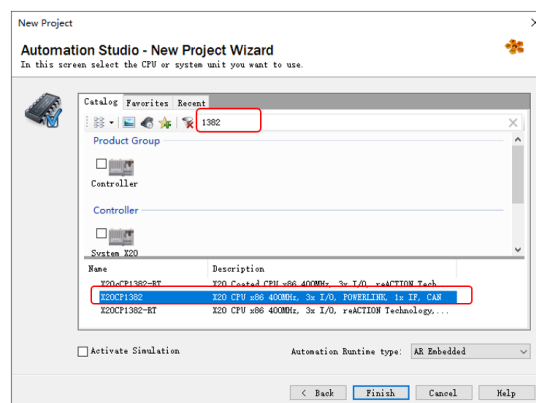
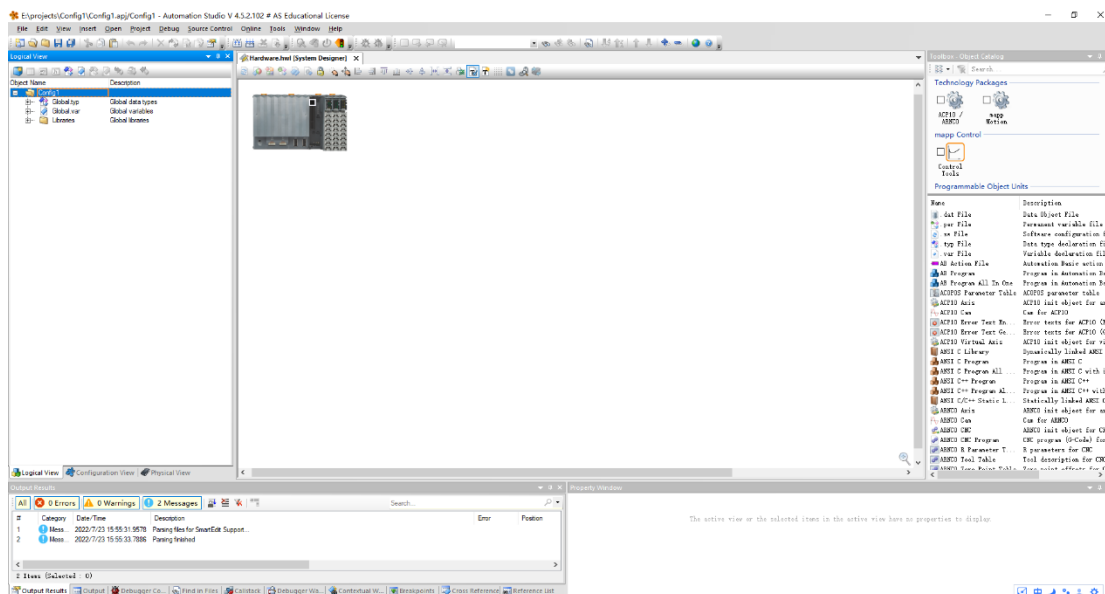

图1-19 添加控制器
图1-20 创建完成的工程界面
3.搜索框中输入与实际设备一致的型号, 找到边缘控制器 X20CP1382 完成添加, 如图 1-19。得到如图 1-20 所示工程界面, 图中所示即为控制器本体。